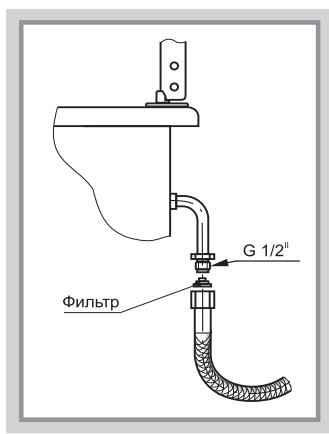

Рис.14
- выбранный шланг должен иметь документ, указывающий дату изготовления, срок службы и замены. Он устанавливается в соответствии с рис.14;